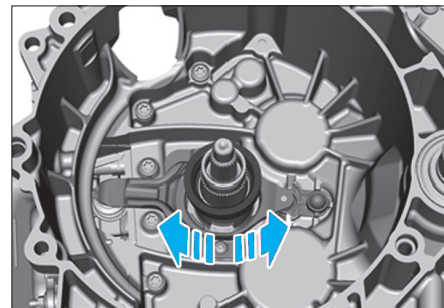

Fig. 9
- Vérifier en tournant si elle est correctement montée et si les rainures sont correctement en prise (Fig.9).
- Si l'embrayage a été remplacé, la rondelle de réglage doit également se trouver sous la butée (Fig.9).